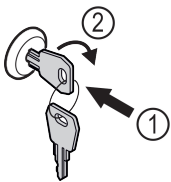

Fig. 185
- ▶ Dugja be a kulcsot. Fig. 185 (1)
- ▶ Forgassa el a kulcsot 90°-kal az óramutató járásával megegyező irányba. Fig. 185 (2)